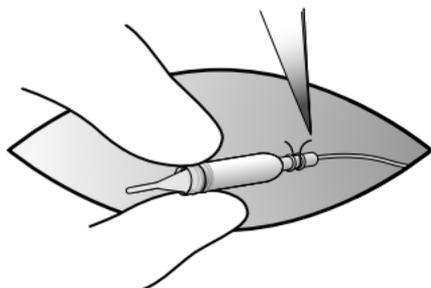

Figura 21. Corte a sutura distal sobre a extremidade da cobertura do conector voltada para o elétrodo
3. Corte a sutura distal sobre a extremidade da cobertura do conector voltada para o elétrodo (Figura 21).